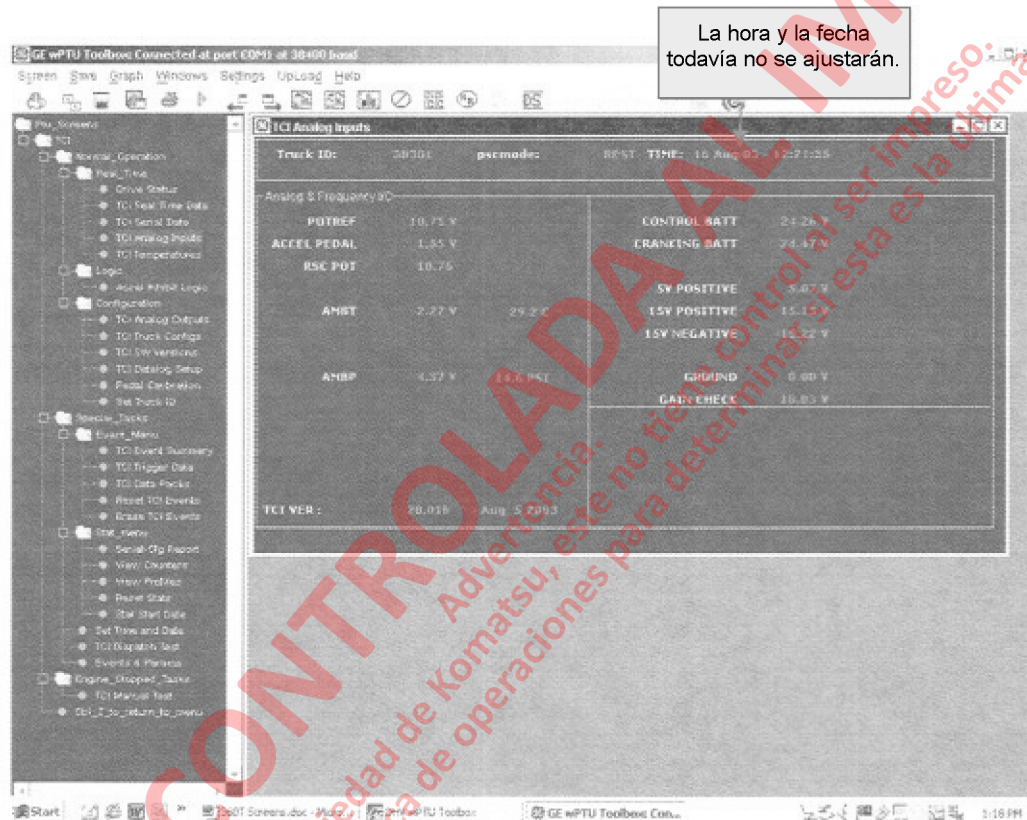

FIGURA 3-9. PANTALLA DE ENTRADAS ANÁLOGAS DE LA TCI
- Compruebe que los valores análogos sean similares al ejemplo en la Figura 3-9.